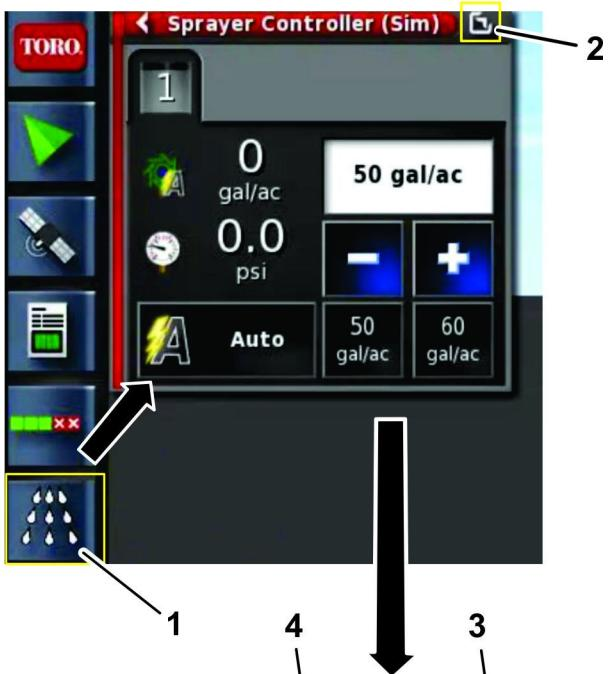

Figura 26
2. Pulse el icono del controlador del fumigador y despliegue el panel del controlador del fumigador (Figura 26).
3. Pulse el icono ECU 1 (Figura 26).
4. Pulse el icono de CONFIGURACIÓN DE PRODUCTO (Figura 26).